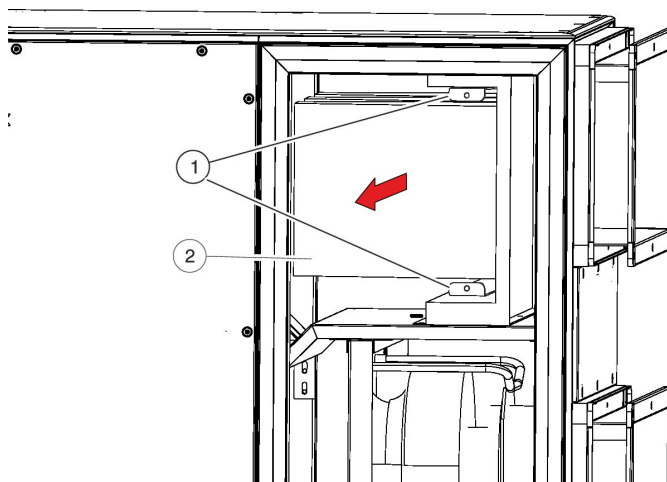

Рис. 26: Монтажные рельсы
9. ▶ Вытащите две монтажные рельсы (Рис. 26/1).
10. ▶ Извлеките фильтр (Рис. 26/2).
11. ▶ Вытащите монтажные рельсы (Рис. 26/1) и установите их с обратной стороны центрального кондиционера.
12. ▶ Вставьте фильтр (Рис. 26/2) с обратной стороны центрального кондиционера.
13. ▶ Нажмите на монтажные рельсы (Рис. 26/1).